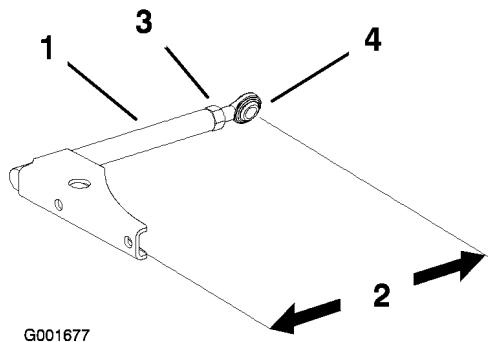

Figure 51
1. Desserrez l'écrou de blocage et tournez la rotule dans le sens anti-horaire, un tour à la fois (Figure 51).
2. Réglez chaque côté de la même façon. La longueur nominale de chaque bras de poussée doit être de 34 cm à torsion de 15 degrés (Figure 51).